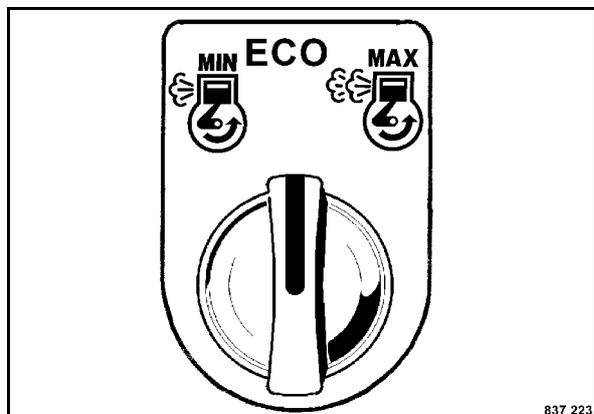

Fig. 61
- Avviare il motore diesel, porre l'interruttore (Fig. 61) in posizione "ECO" o "MAX".